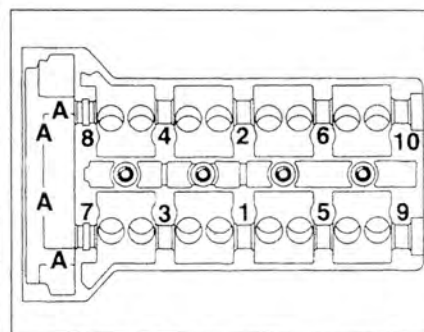

Рис. 2.40. Открутите внутренние шестигранные болты А.
17. Открутите внутренние шестигранные болты А (рис. 2.40).
18. Открутите болты крепления головки блока цилиндров. Откручивание болтов крепления проводится в порядке, обратном показанному на рис. 2.40.
25. Затяните головку блока цилиндров в три этапа в порядке, показанном на рис. 2.40: этап I = 55 Нм; этап II = 1/4 оборота (90°), этап III = 1/4 оборота (90°).
26. Затяните внутренние шестигранные болты **A** (рис. 2.40).